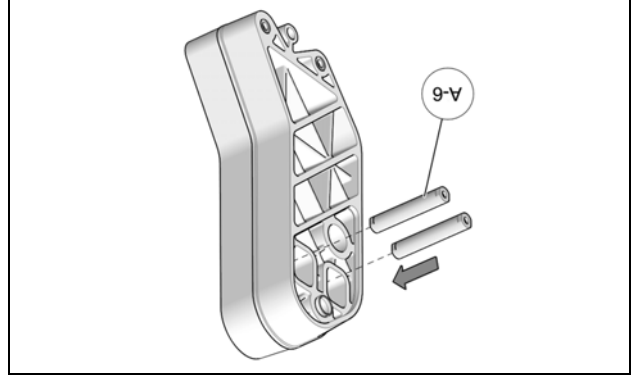

Figure 2
- Insérer les deux tiges supérieures (A-6) aux ouvertures du support de ski. Les parties planes des extrémités des tiges doivent être insérées aux ouvertures de la plaque latérale préalablement installée. Voir la Figure 2.